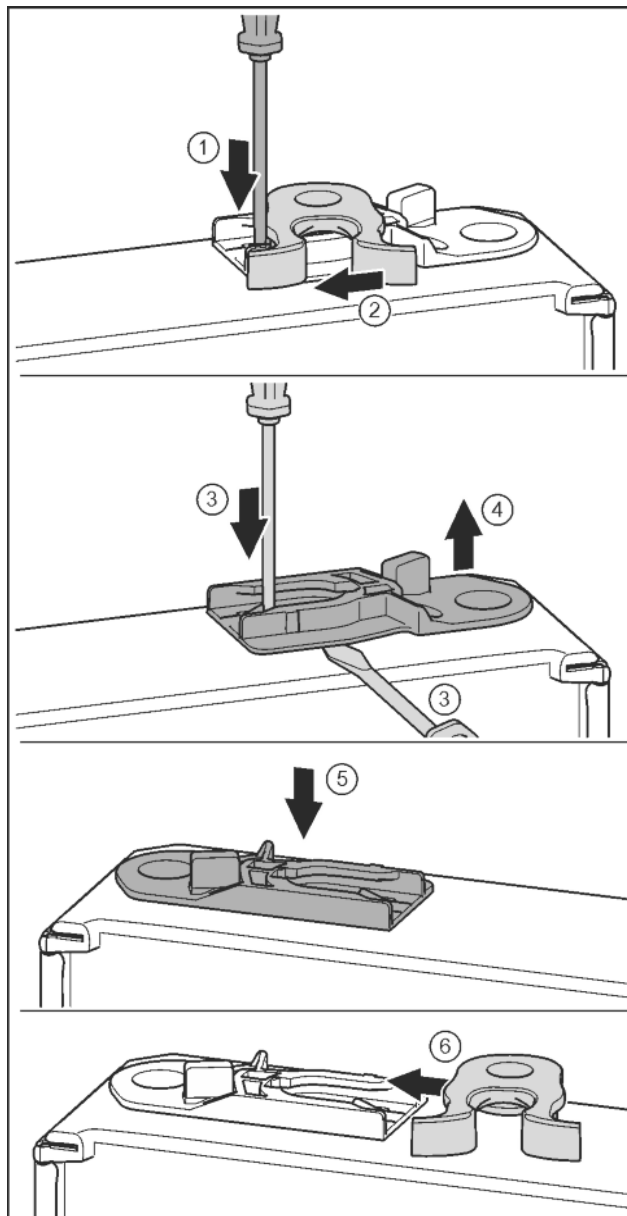

Fig. 20
- Apăsați în jos eclisa cu șurubelnița plată. Fig. 20 (1)
- Trageți cârligul de închidere din ghidaj. Fig. 20 (2)
- Scoateți bucșa de ghidaj: Apăsați eclisa cu șurubelnița plată și, concomitent, duceți-o cu șurubelnița plată sub bucșa de ghidaj. Fig. 20 (3, 4)
- Împingeți bucșa de ghidaj atașată în pachetul de livrare pe altă parte a carcasei. Fig. 20 (5)
- Împingeți cârligul de închidere în ghidaj. Fig. 20 (6)